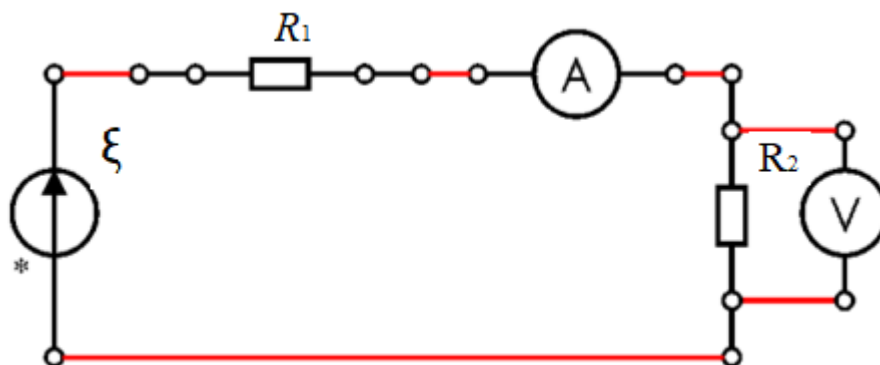

Рис. 7. Схема для проверки закона Ома на участке цепи.
2. Соберите схему на приборной панели как показано на рис. 7, используя резистивные сопротивления, мультиметры и соединительные провода. Сопротивление резисторов  $R_1$  и  $R_2$ , задаются ведущим преподавателем или сотрудником лаборатории. Не рекомендуется использовать резисторы с большим сопротивлением и отличающимися по значению более чем на два порядка.